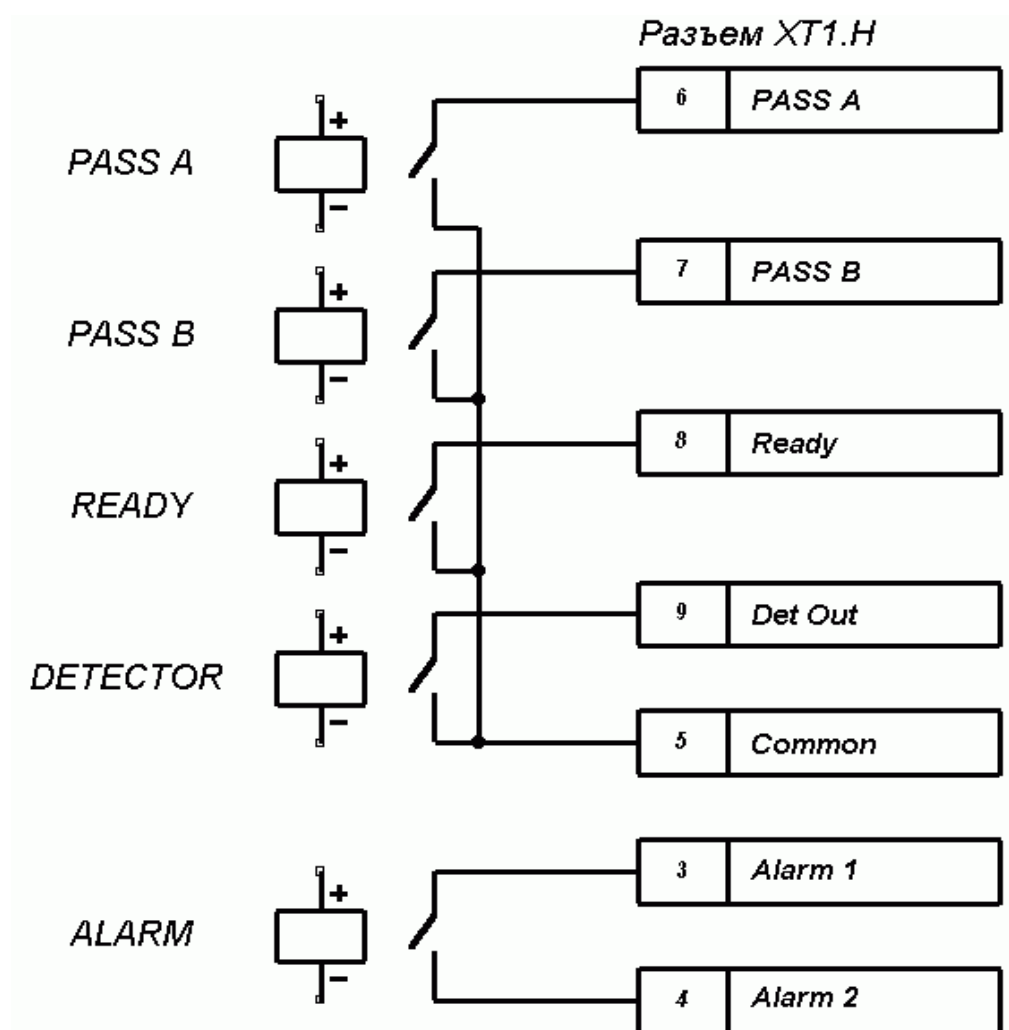

Рисунок 7 – Выходные каскады для PASS A, PASS B, Ready, Det Out и Alarm
5.4.3 Реле PASS A (контакты PASS A и Common), PASS B (контакты PASS B и Common), Ready (контакты Ready и Common), Detector (контакты Det Out и Common) и Alarm (контакты Alarm 1 и Alarm 2) имеют нормально-разомкнутые контакты. При этом общий для этих реле контакт Common не соединён с минусом источника питания турникета. В исходном (неактивном) состоянии при включенном питании контакты реле PASS A, PASS B, Ready и Detector замкнуты (на обмотку реле подано напряжение), а контакты реле Alarm разомкнуты (напряжение на обмотку реле не подано). Факт срабатывания/отпускания реле PASS A, PASS B, Ready, Detector и Alarm можно определить по загоранию/гашению красных индикаторов, которые установлены вблизи указанных реле (см. рисунок 3). Выходные каскады для PASS A, PASS B, Ready, Det Out и Alarm — контакты реле (см. рисунок 7) со следующими характеристиками сигналов: